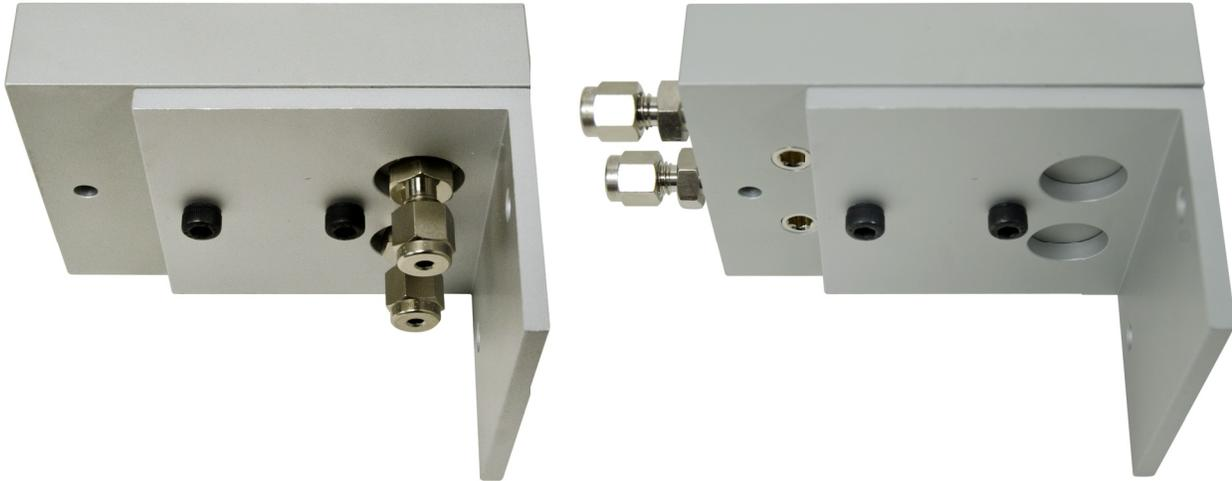

Abbildung 9. Ausrichtung der Anschlusseinheit auf der Wandhalterung
- a Abhängig von der Einbaulage des Ein- bzw. Auslasses an der Anschlusseinheit richten Sie die Anschlusseinheit wie in **Abbildung 9** dargestellt aus.